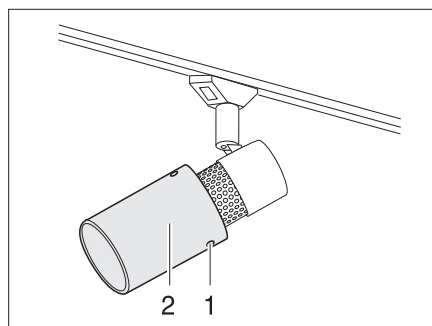

Fig. 107 Faretto alogeno (mobile)
- Svitare le viti di fissaggio (Fig. 107,1).
- Estrarre con cura il calice della lampada (Fig. 107,2) dal supporto.